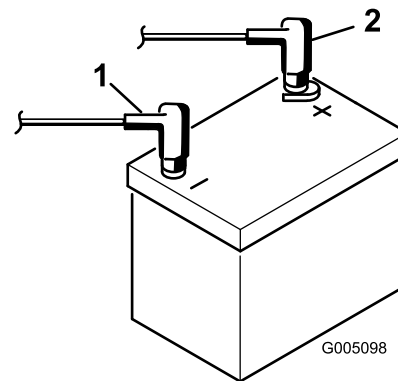

Figure 7
8. Raccordez le câble positif (rouge) de la batterie à la borne positive (+) et le câble négatif (noir) à la borne négative (-) et fixez-les en place avec les vis et les écrous (Figure 7). Placez le capuchon protecteur sur la borne positive pour éviter les courts-circuits.